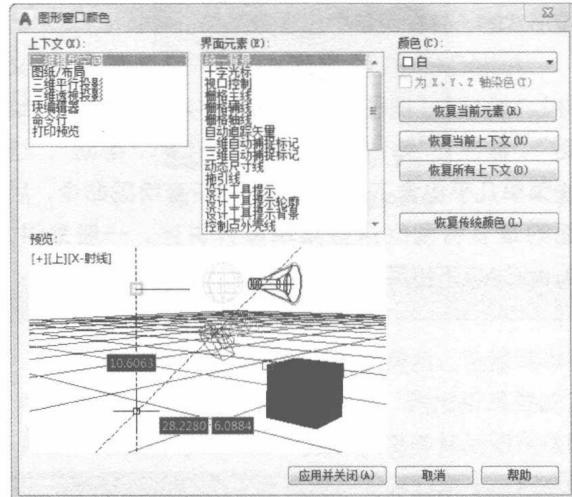

图 1-5 “图形窗口颜色”对话框
- 选择“工具”下拉菜单中的“选项”命令，打开“选项”对话框，打开如图1-4所示的“显示”选项卡，单击“窗口元素”区域中的“颜色”按钮，将打开如图1-5所示的“图形窗口颜色”对话框。